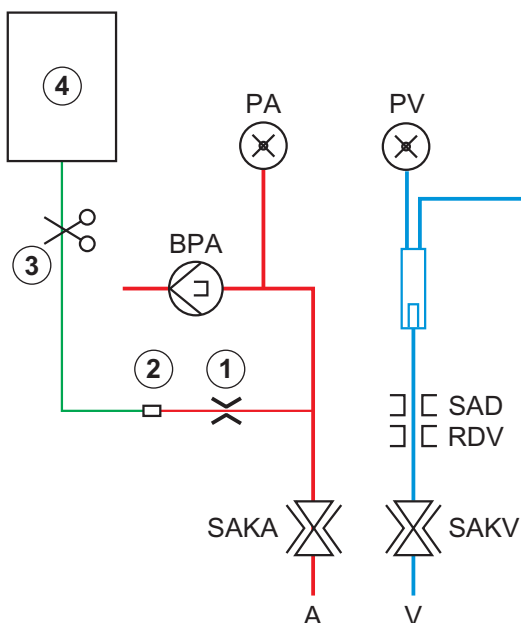

Fig. 6-10 Configuração para o bolus arterial
Utilizando um equipamento de diálise HD, o polo de infusão tem de ser ligado ao saco de solução salina através do adaptador em Y no sistema de linhas de sangue (consulte Fig. 6-10 Configuração para o bolus arterial (145)).
3. Coloque o saco de infusão contendo a solução salina (Fig. 6-10 , ④) no suporte.